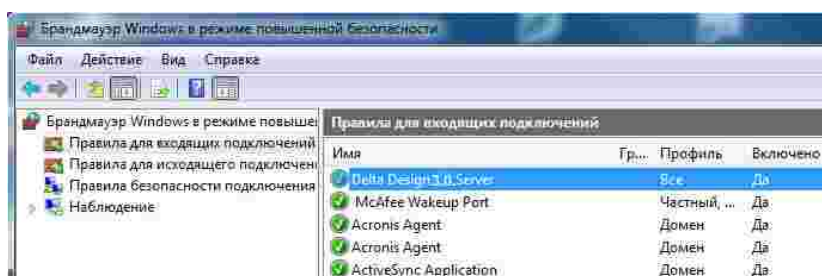

Рис. 54 Обновленный список правил входящих подключений
7. Убедитесь, что имя нового правила появилось в общем списке, см. Рис. 54.